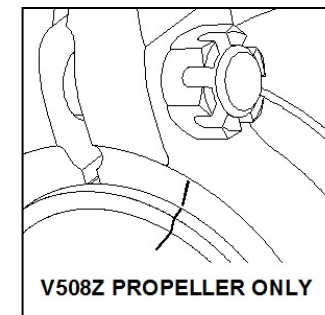

Figure 5-5
**CAUTION:** MODEL V508Z HAS NOT POSITION PIN INSTALLED. BEFORE TIGHTENING, POSITION THE CLAMP SO THAT POSITION MARK ON THE CLAMP IS IN LINE WITH THE MARKS ON THE BLADE AND BLADE BUSHING (FIGURE 5-5).